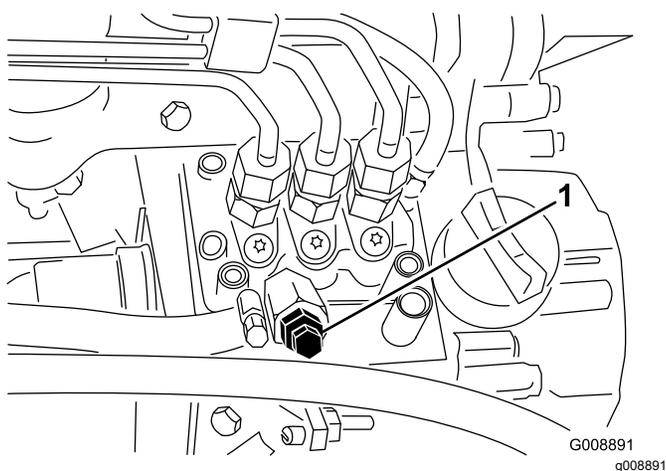

Figura 39
4. Desaperte o parafuso de purga que se encontra na bomba de injeção de combustível (Figura 39).